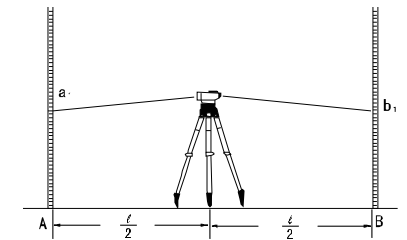

Fig.12
- (1) Placez l'instrument entre A et B. La distance entre le personnel A et B est de 30 à 40 M. Les lectures sont a1 et b1 (Figure 12).